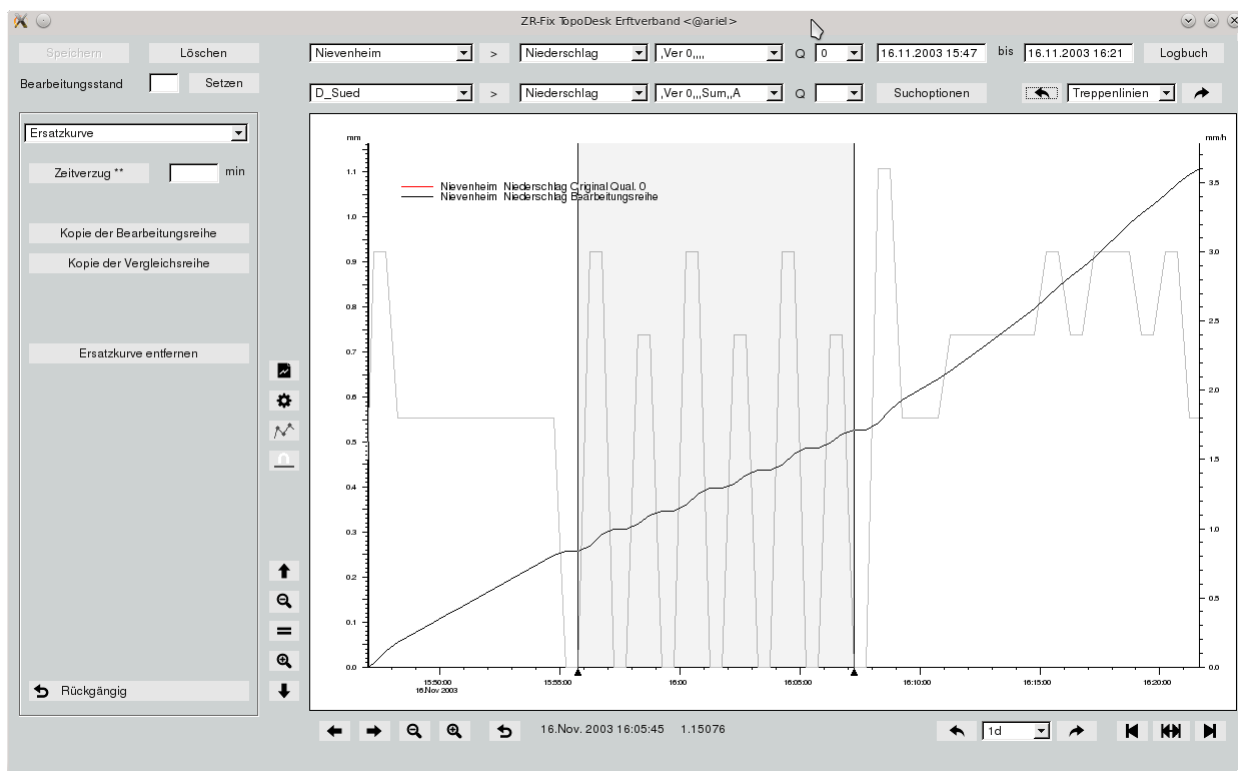

Abbildung 13.13: Markerbereich mit Treppennlinien
**Treppennlinien:** Nach Treppennlinien, die z.B. durch fehlerhafte Aufzeichnungen von Datenloggern entstehen können, kann hier gesucht werden. Angegeben wird in den Optionen die Mindesttreppendauer und die Mindesttreppensumme. Ein Beispiel sehen Sie in Abbildung 13.13.